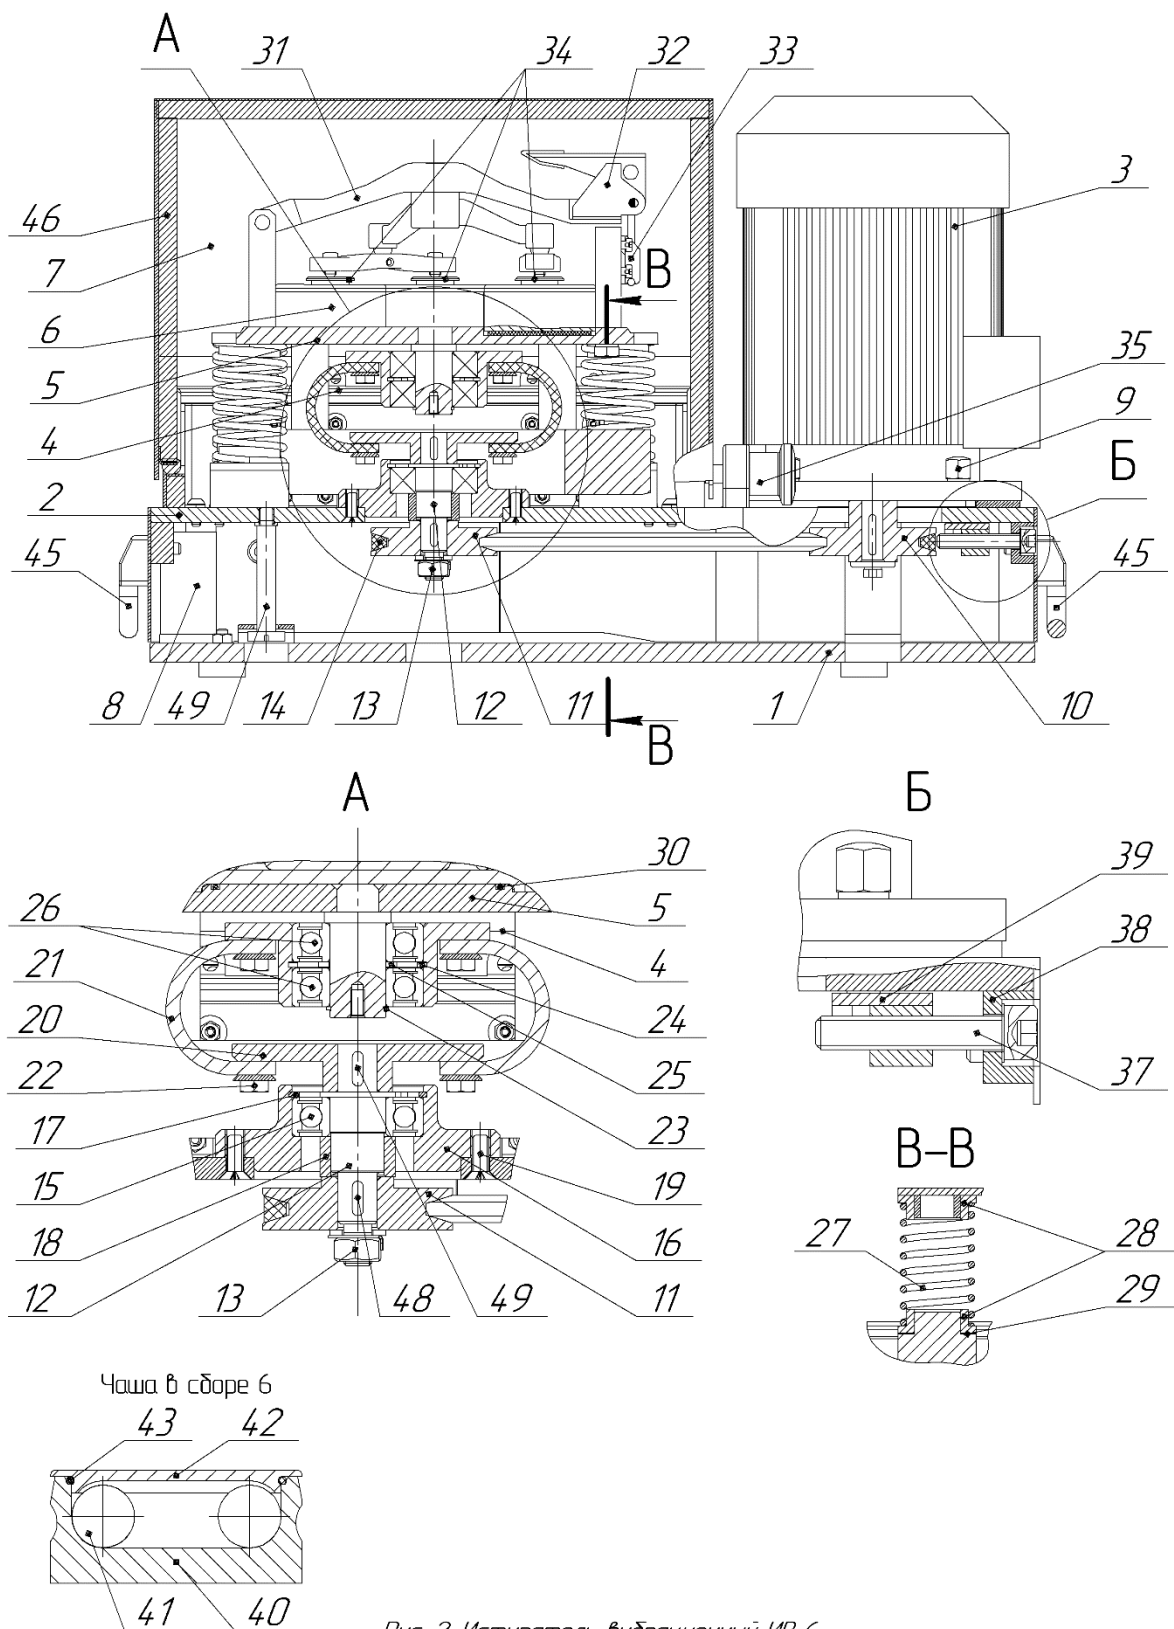

Рис. 2. Истиратель вибрационный ИВ 6
2.3.1 Отодвиньте защелку 35 и поднимите крышку 7 (Рис. 2) до упора.